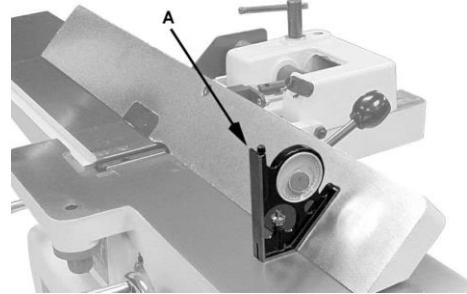

Рис. 27
1. Ослабьте фиксатор (A). Сдвиньте стопорную пластину (D) и расположите упор под углом 135°. Убедитесь, что упор находится напротив стопорного болта. (E).
2. Затяните фиксатор (A)
3. Поместите инструмент для измерения угла на стол и на упор, чтобы проверить правильность настройки угла 135° (A, рис. 27).
4. Чтобы отрегулировать положение, ослабьте стопорную гайку (F), поверните стопорный болт (E) до тех пор, пока угол не составит 135°.
5. Затяните стопорную гайку (F).